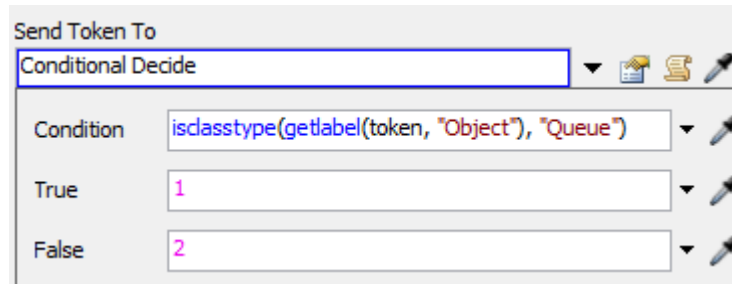

Figura 41- Decisão de envio
- Send Token to : Condicional Decide> Condition : isclasstype(getlabel(token, "Object"), "Queue"), a Figura 41 mostra ficará a condição para decisão .